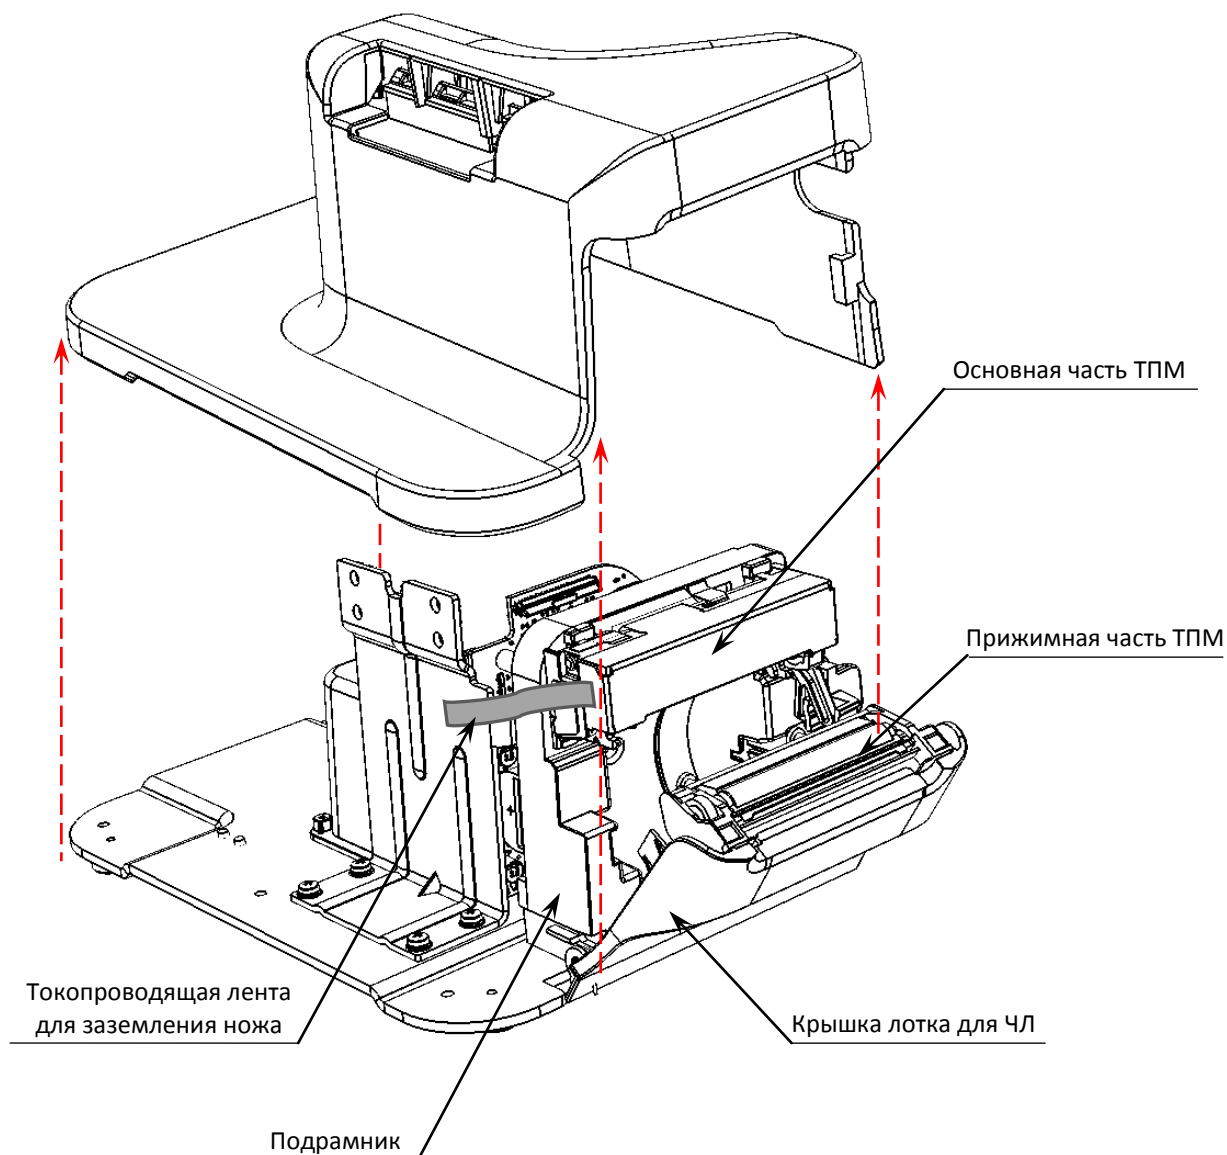

Рисунок 19. Снятие верхней части корпуса
5. Открыть крышку лотка для ЧЛ и отделить верхнюю часть корпуса изделия (рисунок 19). Закрыть крышку лотка.